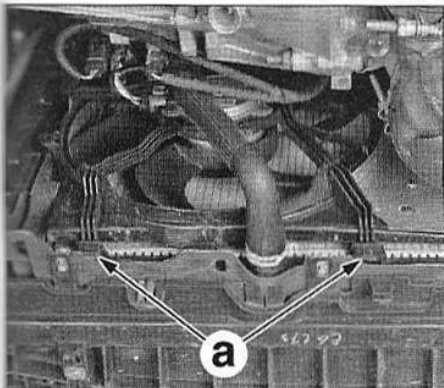

FIG.27
- Soulever le motoventilateur pour sortir les pattes de fixation de leur logement en (a) (Fig.27).